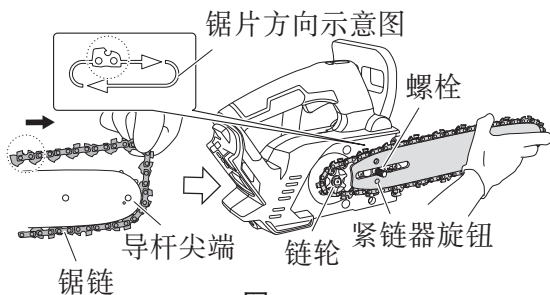

图 13
3. 将新的锯链装入链轮中 (图 13)
- ① 从导杆尖端安装新锯链。确保锯链的朝向使锯片朝向链轮下的图示方向。
- ② 将螺栓和紧链器旋钮插入导杆上的孔中，与此同时要握住链条和导杆尖端。将锯链端部装入链轮，将导杆安装至电锯主体。